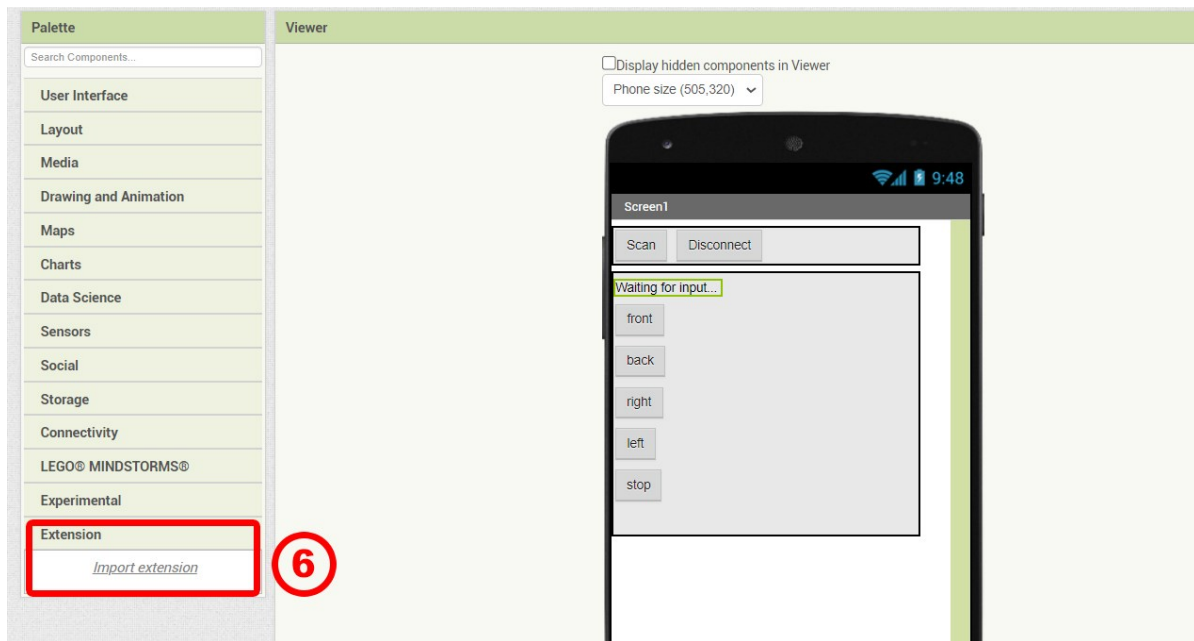

Figure 9 : La sélection de l'extension d'importation
Après avoir téléchargé les extensions, retournez dans App Inventor. Dans la section Palette, cliquez sur l'onglet Extension, puis sur la sélection Importer une extension (6) (Figure 9).